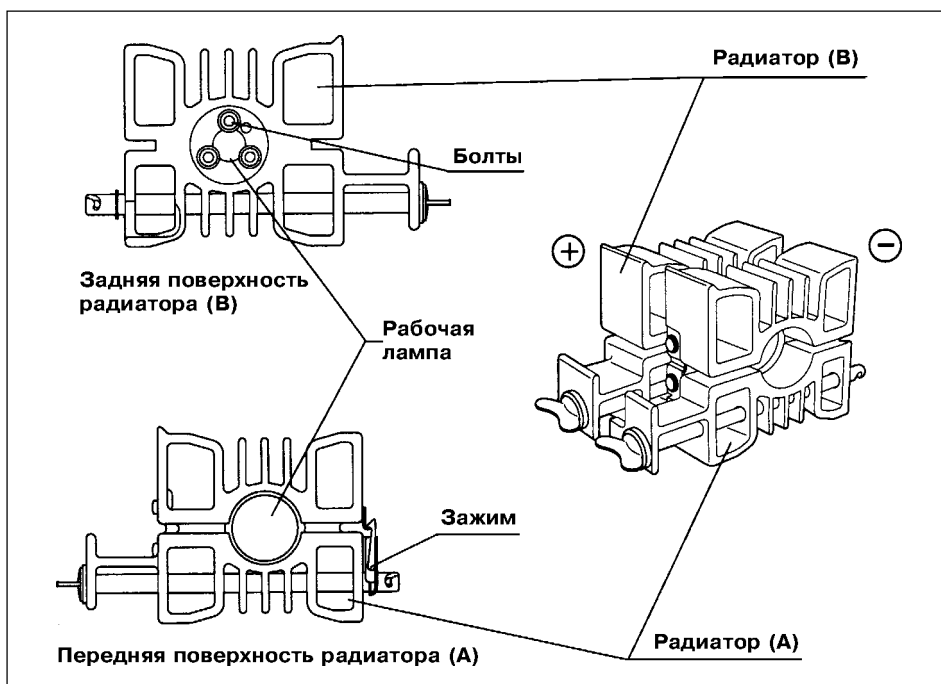

Рис. 6.3.
6. Используя шестигранный гаечный ключ, ослабьте три болта на радиаторе (В) (на стороне «+» рабочей лампы или радиатора (В)) и снимите радиатор (В) с рабочей лампы (см. рис. 6.3).